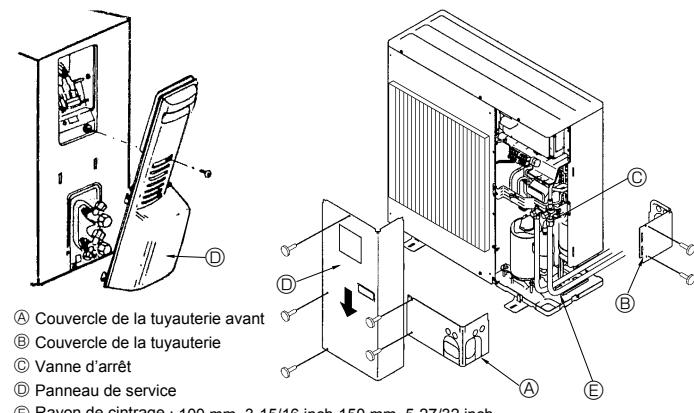

Fig. 4-3
② Évaser les conduits de liquide et de gaz, puis appliquer un film mince d'huile réfrigérante (application sur site).
4.3. Mise en place des tuyaux de réfrigérant (Fig. 4-3)